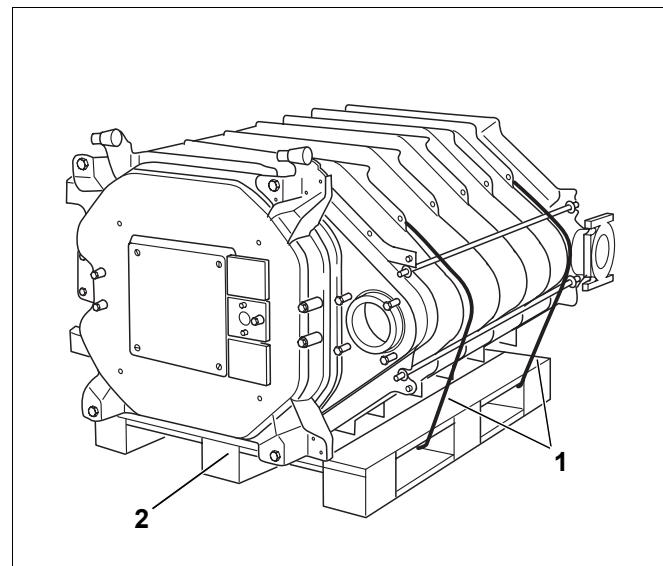

Fig. 23 Blocco caldaia su paletta
- ▶ Tagliare i nastri di sicurezza (fig. 23, [1]).
- ▶ Rimuovere la paletta prima della posa in opera (fig. 23, [2]).